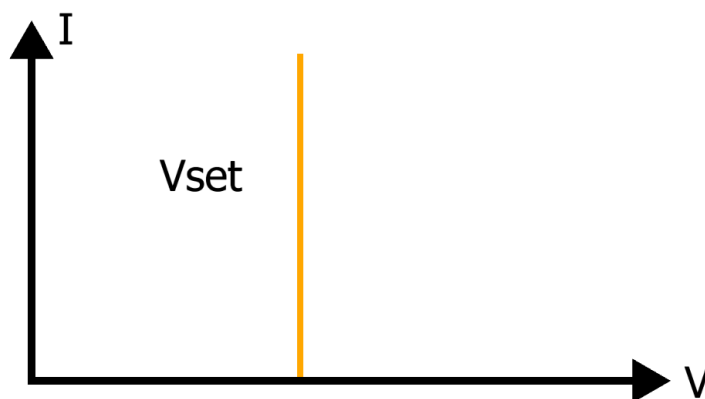

图 5-3 CV 模式
1. 在功能键上将静态/动态选择按键选择为“Static”，然后按加载模式按键 CC（定电流模式），如图 5-3：